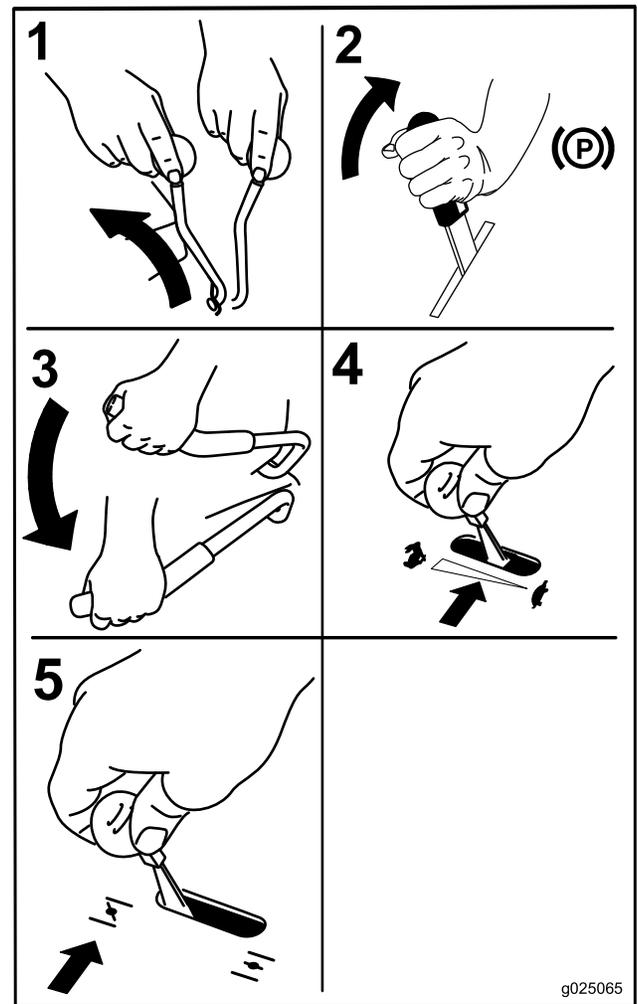

Figura 15
3. Desloque a alavanca de engate da PTO para a posição OFF (desligada) (Figura 15).